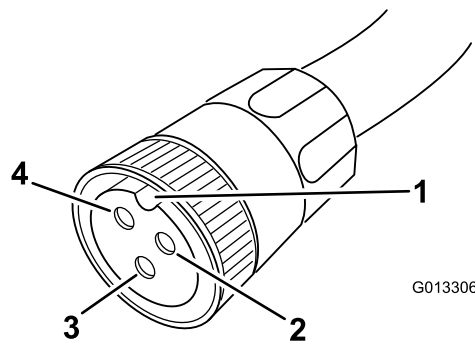

図 12
2. キー溝が 12 時の位置に来るようにケーブルを持つ 図 12。